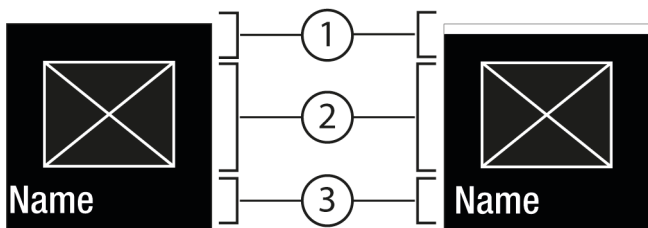
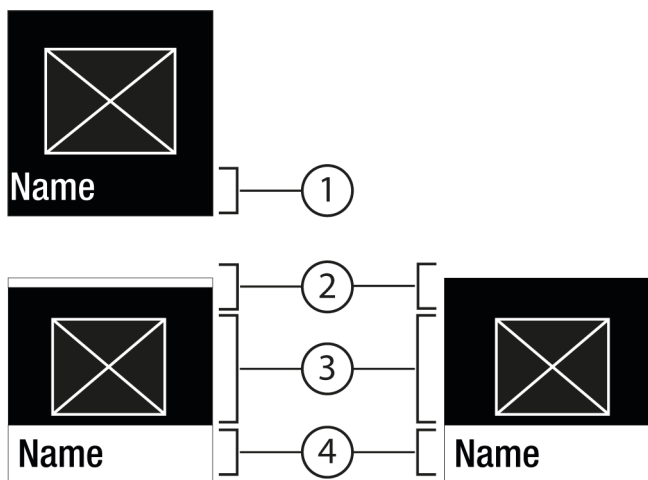

Fig. 6
Fig. 7
- Pomoću Potvrdi Fig. 5 (2) pozovite Podizbornik Fig. 7 (4).
- Namještanje nove vrijednosti: Pomoću Potvrdi Fig. 5 (2) odaberite deaktiviranu vrijednost Fig. 6 (1).
- Natrag u izbornik: Pomoću Potvrdi Fig. 5 (2) odaberite već aktiviranu vrijednost Fig. 6 (2).
▷ Status: aktiviran *Fig. 6 (1)* pojavljuje se kratko u podizborniku *Fig. 7 (4)*.